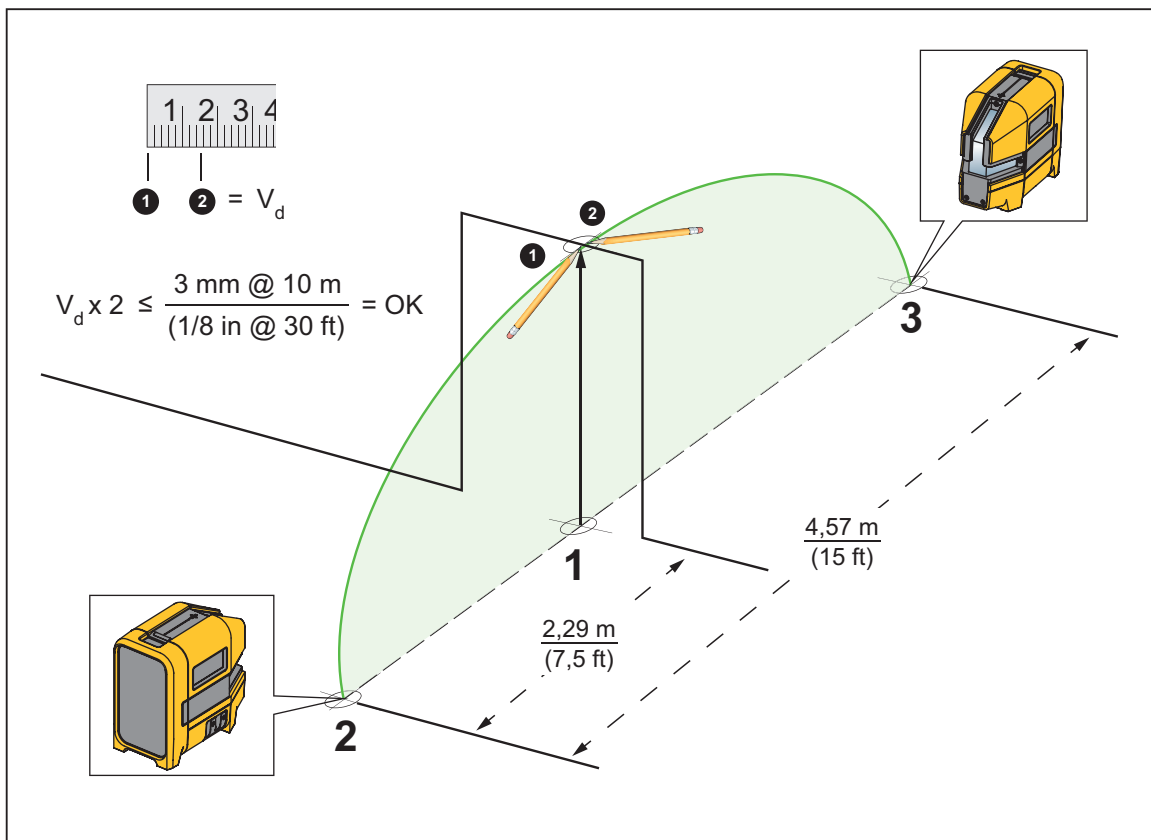

Figura 9. Precisione del laser verticale
3. Apporre una croce (contrassegno 1) sul pavimento, centrata sul contrassegno della traversa del telaio della porta. Vedere la figura 9.
7. Apporre una croce ❶ sulla traversa del telaio della porta, sul contrassegno 1.
9. Apporre un'altra croce ❷ sulla traversa del telaio della porta, sopra il contrassegno 1.